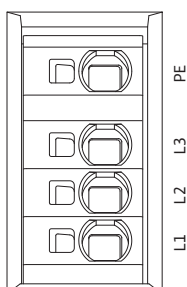

Fig. 28: Силовые клеммы
- Силовые клеммы (сетевые соединительные клеммы) (рис. 28)